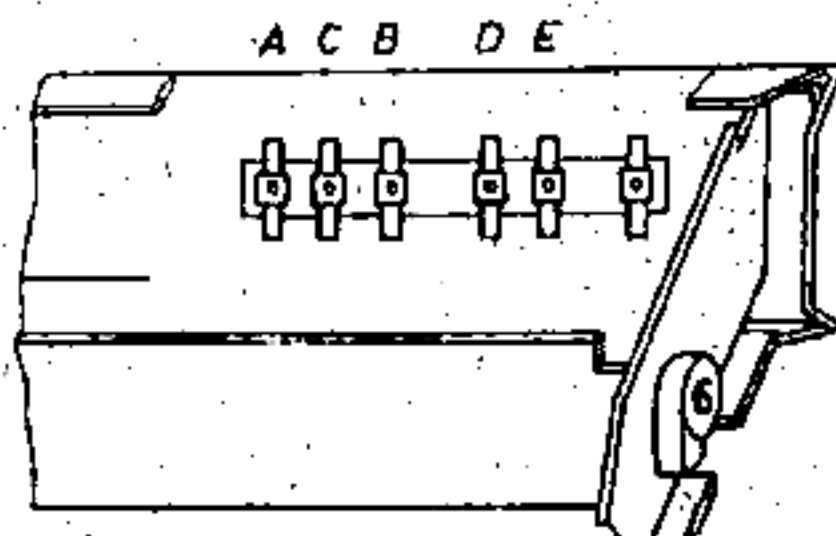

Abb. 8
- Bei 12 V, + oder - Pol der Batterie an Masse, Anodenspannung des Hauptempfängers größer als 120 V, siehe Abb. 8 und 9. Dieser Anschluß gilt für die Geräte ohne Transistoren und KÖLN TR.